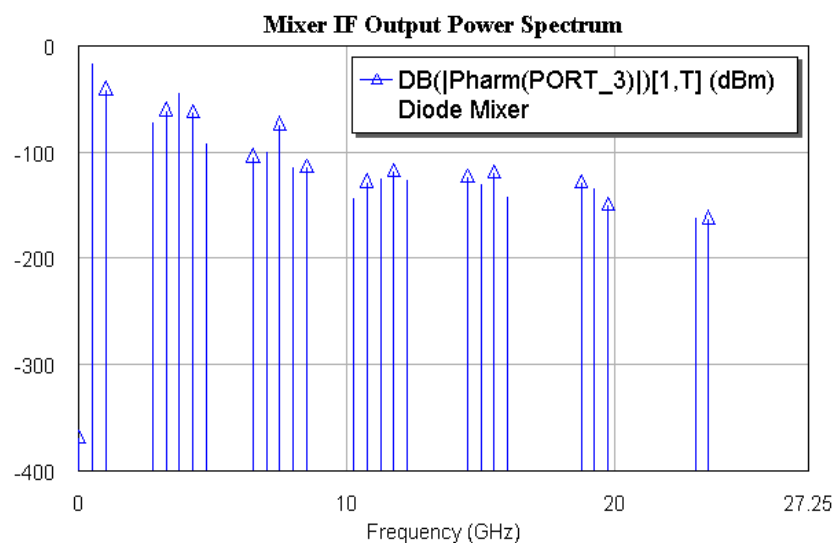

Рис. 4.45
- Щёлкните левой кнопкой мышки по значку **Analyze** на панели инструментов. Рассчитанный график показан на рис. 4.45.